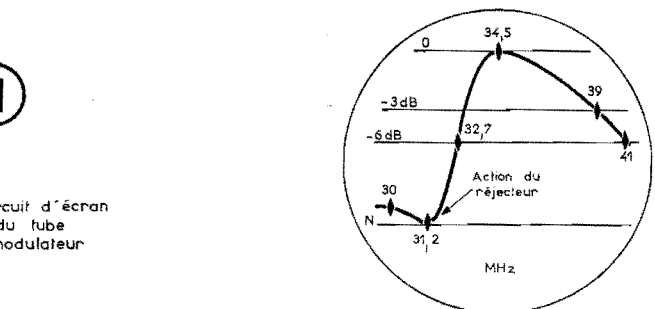

Fig. 37. — Action du réjecteur dans la bande passante du rotacteur.
g) On décourt-circuite le réjecteur et on le règle sur la fréquence son du canal adjacent : 31,2 MHz. Normalement, si l'on obtient alors sur le wobuloscope la courbe de la figure 37, le rotacteur doit être réglé.